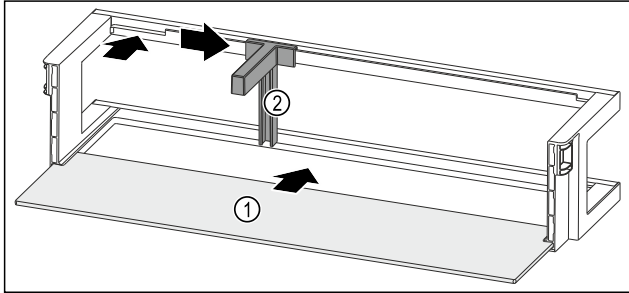

Fig. 243 Лотки на дверцятах з полицею
- ▶ Всуňte полицю Fig. 243 (1) в бокові пази.
- ▶ Вставте тримач пляшок Fig. 243 (2) у паз.
- ▶ Пересуньте тримач пляшок Fig. 243 (2) убік до бажаної позиції.